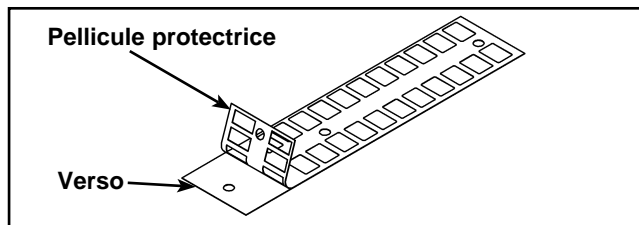

Figure 17
- A. Détachez lentement et avec précaution le verso de l'autocollant. Reportez-vous à la figure 17. **REMARQUE :** Lorsque vous détachez l'envers, assurez-vous que les autocollants demeurent fixés sur l'adhésif.